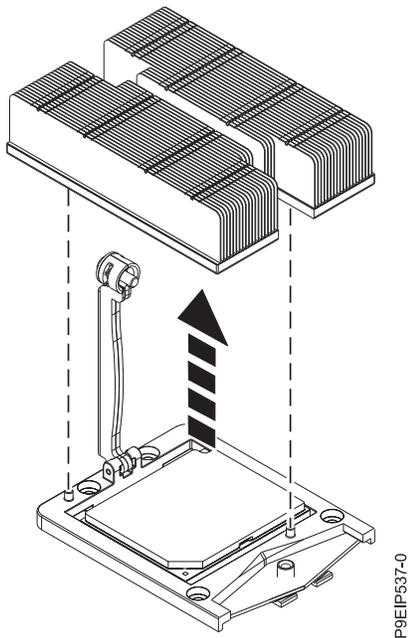

Figura 56. Extracción del dissipador térmico
5. Sujete el dissipador térmico y extráigalo levantándolo verticalmente, como se muestra en la Figura 56.